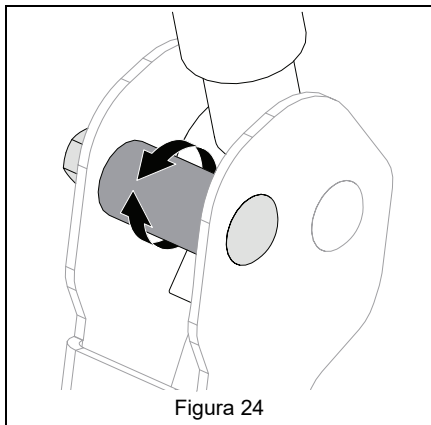

Figura 24
5. Ruotare il distanziale eccentrico in modo che le leve si trovino alla stessa altezza e che le estremità delle leve siano separate da uno spazio di 1.3 cm – 2.5 cm (1/2" – 1"). Vedere Figura 24.